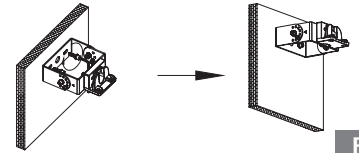

Figure 3
3. Fixez le support TR à la surface de montage en serrant les vis avec une clé - Figure 3.